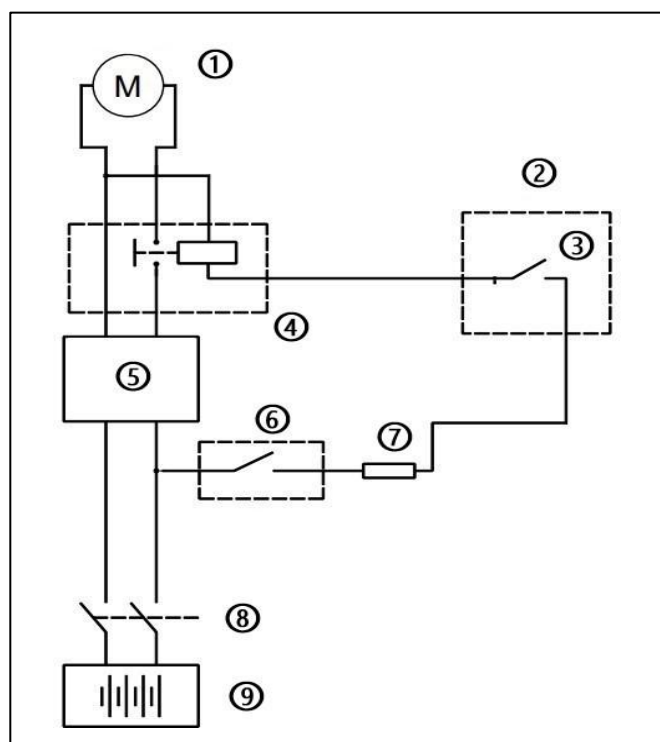

Figura 11 - Schema di cablaggio tipico per un motore CC
4.4.1 Collegare l'avvolgitubo a un'alimentazione elettrica adeguata come segue: spegnere o isolare l'alimentazione elettrica e completare l'installazione elettrica come mostrato in **Figura 11 - Schema di cablaggio tipico per un motore CC.**